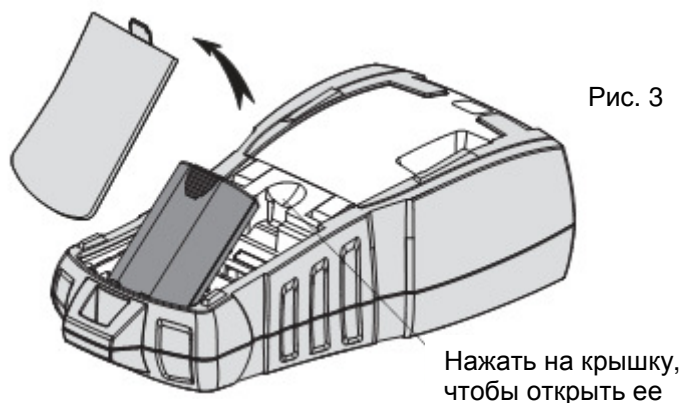

Рис. 3
1. Нажмите на крышку в нижней части принтера и откройте отделение для батареи (рис. 3)